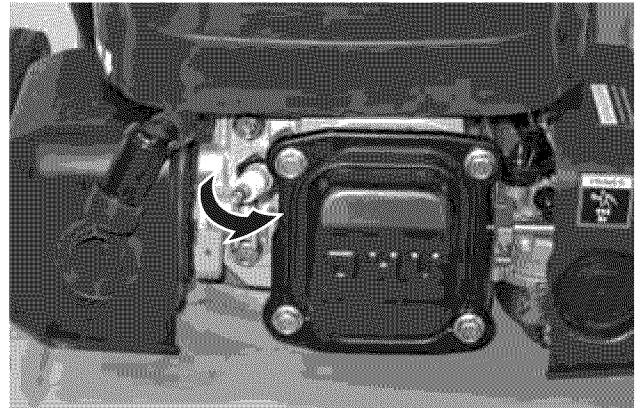

Figura 34 – Procedimiento para extraer la bujía
5. Extraiga la bujía de encendido de la cabeza de cilindro (ver Figura 34).